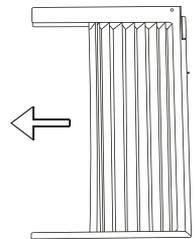

Figure 1
- a. Tenez le panneau latéral d'une main et tirez doucement vers le centre pour dégager l'extrémité ouverte. Voir la figure 1.